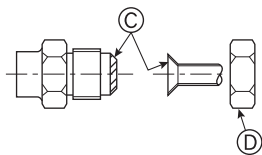

Fig. 4-8
Ⓐ (Fig. 4-8)
Ⓑ (Fig. 4-8)
4.4. Соединение труб (Fig. 4-8)